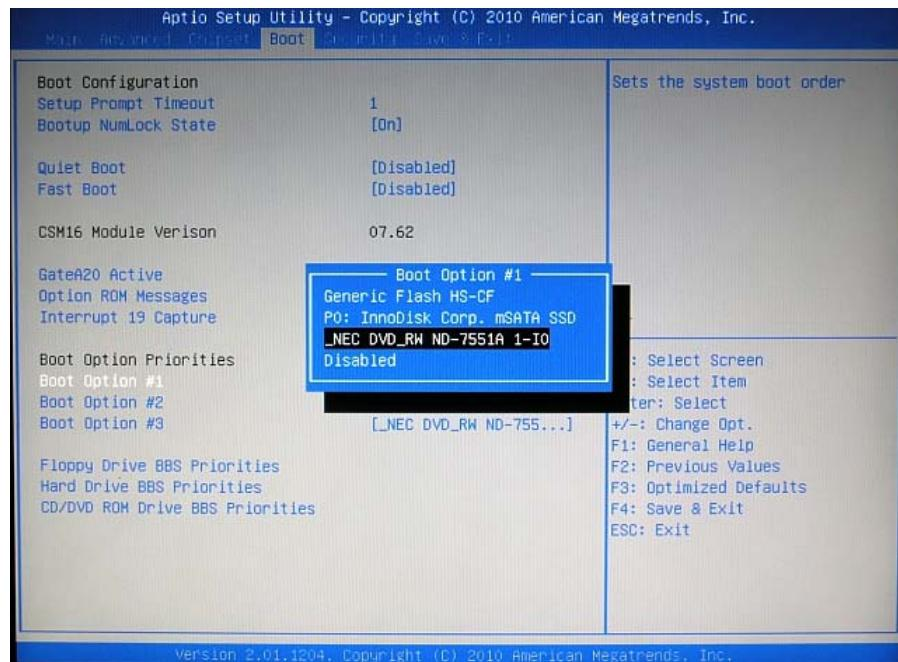

図 6-1-2. Boot デバイスの選択
- ⑦ [Boot Option #1]を選択し、[Enter]キーを押します。(図 6-1-2)
⑧ 接続した USB-DVD ドライブを選択し、[Enter]キーを押します。